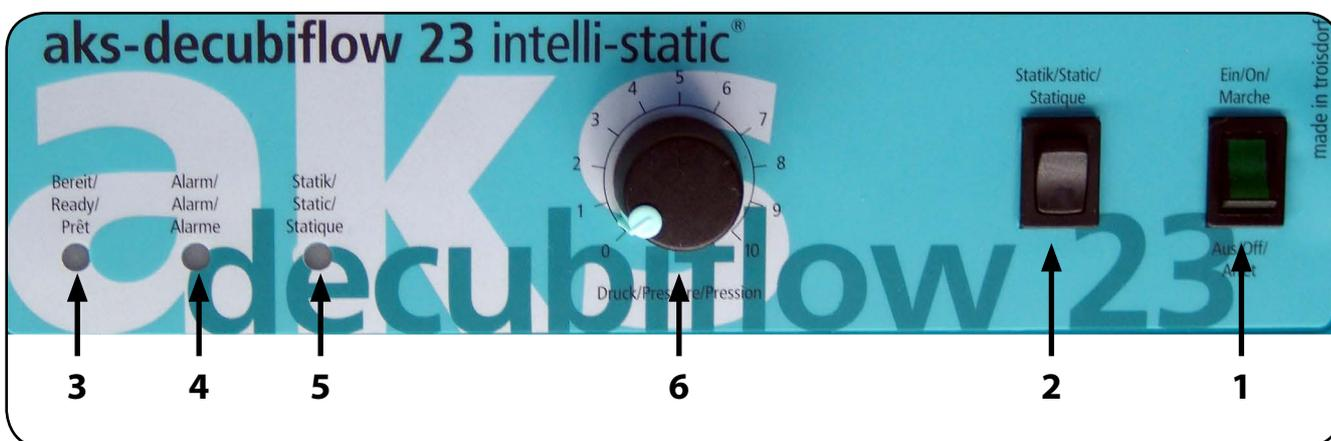
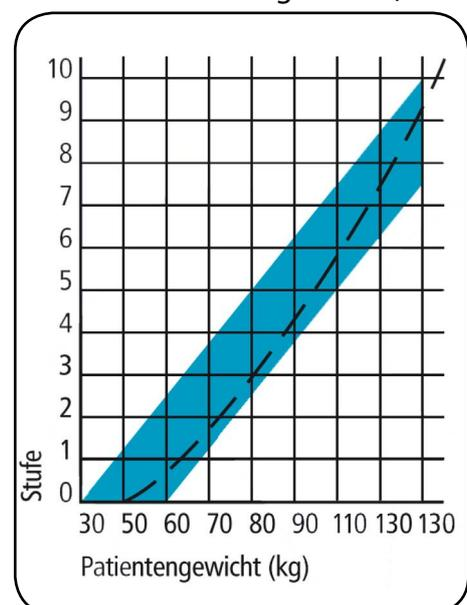

Abbildung 08
Abbildung 13
Über einen Druckregler am Aggregat (siehe Abbildung 08) wird der Druck im Verhältnis zum Patientengewicht nach dem Diagramm, das sowohl in dieser Gebrauchsanweisung (siehe Abbildung 13) als auch auf der Kurzanleitung am Aggregat abgebildet ist, in Stufen als Richtwert eingestellt. Die Pumpe füllt die Wechseldruckmatratze mit Luft und der elektronische Drucksensor misst und überwacht permanent den Druck im System. Erreicht der Systemdruck den eingestellten Druck, wird die Pumpe automatisch ausgeschaltet.
Das decubiflow® 23 / 23 A-System kann zusätzlich über den Betriebswahltaster „Statik“ (siehe Abbildung 08) von dem Betriebsmodus „Wechseldruck“ in den Betriebsmodus „Statik“ umgeschaltet werden. Dadurch werden beide Luftkammerkreise gleichzeitig befüllt.
Das Aggregat ist mit der Alarmfunktion „Leckagen-Alarm“ ausgestattet, die bei einem Druckverlust im System ein optisches und akustisches Alarmsignal auslöst. Dabei wird der Druckverlust durch das Aufleuchten der roten LED „Alarm“ (siehe Abbildung 08) und dem Ertönen eines akustischen Alarmsignals am Aggregat signalisiert.
1. Schalten Sie das Aggregat mit dem Netzschalter ein (siehe Abbildung 08). Die Betriebskontrollleuchte im Netzschalter leuchtet grün auf. Gleichzeitig leuchtet die rote LED „Alarm“.
2. Drehen Sie den Druckregler (siehe Abbildung 08) auf den Skalenwert 10, damit sich der Betriebsdruck in der Wechseldruckmatratze aufbauen kann. Der Zeitraum der Aufpumpphase bis zum betriebsbereiten Zustand ist von der gewählten Druckeinstellung abhängig und kann bei völlig entleerter Wechseldruckmatratze bis ca. 45 Minuten dauern.
3. Hat die Wechseldruckmatratze ihren Betriebsdruck erreicht, leuchtet die grüne LED „Bereit“ auf und die rote LED „Alarm“ erlischt (siehe Abbildung 08).
8. Anschließend stellen Sie die Leistungsstufe ein. Die optimale Leistungsstufe hängt von mehreren Faktoren ab. Hierzu gehören in erster Linie das Patientengewicht und die Auflagefläche des Patienten. Für die Einstellung kann Ihnen das Diagramm (siehe Abbildung 13) einen ersten Anhaltswert liefern. Dieser Wert dient nur als Richtwert zur groben Druckeinstellung und gibt keine genaue Angabe für das Einsinkverhalten des Körpers.
Drücken Sie dazu den Wipptaster (siehe Abbildung 08; Nr. 2) nach oben in Richtung der Beschriftung „Statik“.
Die grüne LED „Bereit“ leuchtet weiterhin und die gelbe LED „Statik“ blinkt bis das System den Statikmodus vollständig erreicht hat. Dann leuchtet die gelbe LED „Statik“ dauerhaft (siehe Abbildung 08).